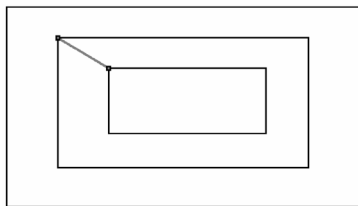

图 10-56 绘制直线
1) 选择壳体零件的上表面作为绘图基准面，然后单击“标准视图”工具栏中的 $\downarrow$ （正视图）按钮，单击“草图”控制面板中的 $\square$ （直线）按钮，绘制一条直线，如图 10-56 所示。